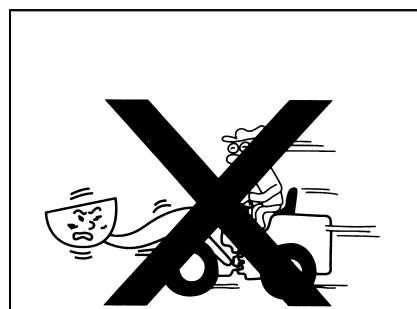

Рис.1-70
- Следует хорошо знать работоспособность погрузчика. Определить подходящую скорость по конкретному состоянию рабочего места. Кроме того, следует решить маршрут работы и рабочий метод погрузчика, чтобы связанные лица хорошо знали и освоили их (рис. 1-70).